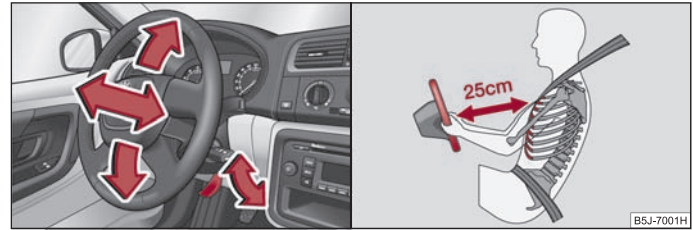

Abb. 3 Verstellbares Lenkrad: Hebel an der Lenksäule / der richtige Abstand des Fahrers vom Lenkrad
- Schwenken Sie den Hebel unter dem Lenkrad nach unten ⇒ Abb. 3 - links.
- Stellen Sie das Lenkrad so ein, dass der Abstand zwischen Lenkrad und Brustbein mindestens 25 cm beträgt ⇒ Abb. 3 - rechts. Wenn Sie den Mindestabstand nicht einhalten, kann Sie das Airbag-System nicht schützen - Lebensgefahr!